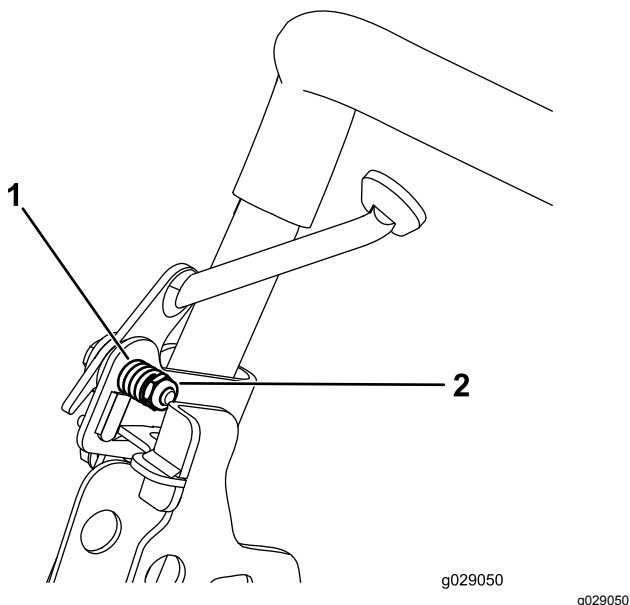

Figura 9
6. Serrate il dado sulla molla dell'acceleratore in modo che la molla sia completamente compressa, quindi allentate di 1/2 giro. Al minimo superiore, la leva dell'acceleratore non dovrebbe muoversi; in caso contrario, serrate leggermente il dado sulla molla dell'acceleratore (Figura 9).